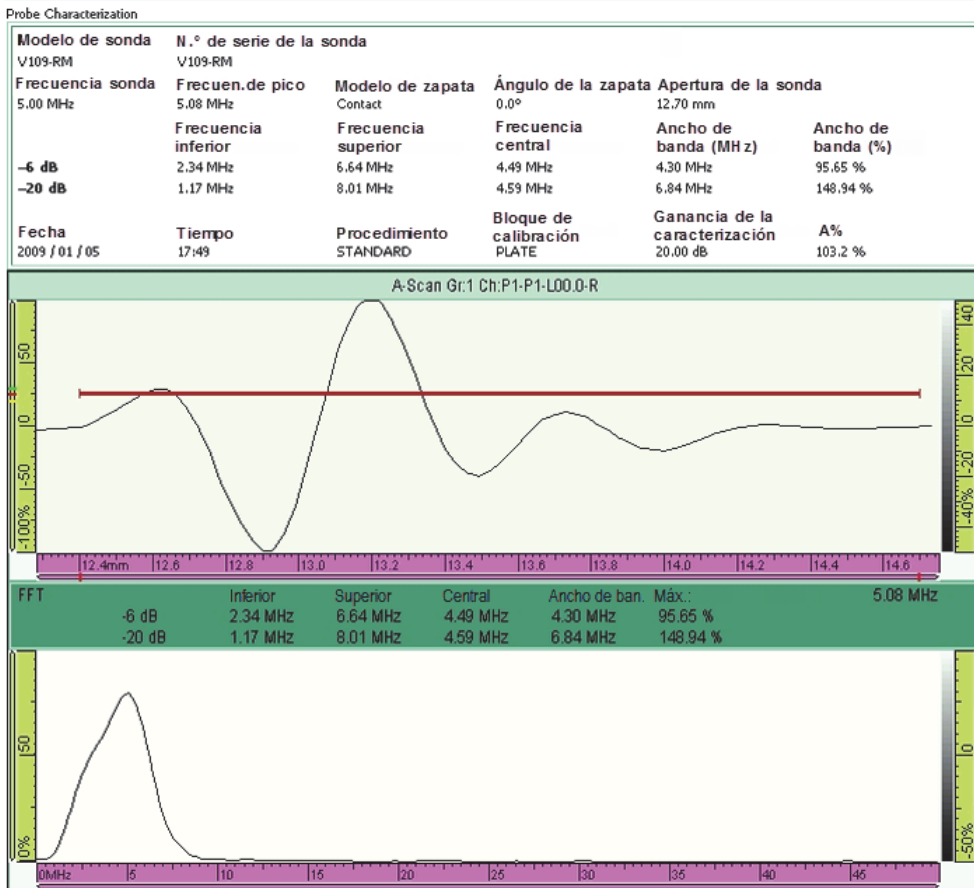

Figura 4-11 Ejemplo de la sección Caracteriz. de la sonda en el informe
- c) Seleccione **Categoría = Abrir/Guardar** y, después **Vista preliminar**.El informe aparecerá en la pantalla e incluirá una sección denominada **Caracteriz. de la sonda** (véase la Figura 4-11 en la página 114).